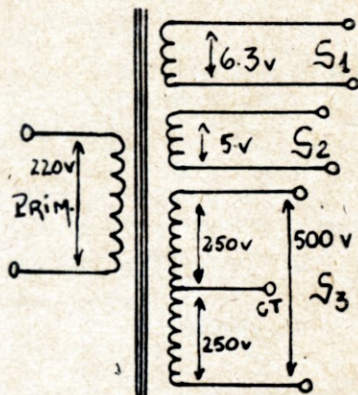

Fig. 1
3.º — E mais um secundário que forneça 250 volts para lada placa da válvula 80. Chamemô-lo de  $S_3$ . — Como esta válvula é um **duplo diodo para retificação de onda completa**, infere-se que êste secundário  $S_3$  **deverá ter duas metades de 250 volts cada uma**, e pois, um total de 500 volts de ponta a ponta do enrolamento de "alta". Na metade dêsse enrolamento tira-se uma derivação ("center tap") cuja utilidade é sobejamente conhecida. Esquemáticamente o transformador corresponde ao indicado na fig. 1.